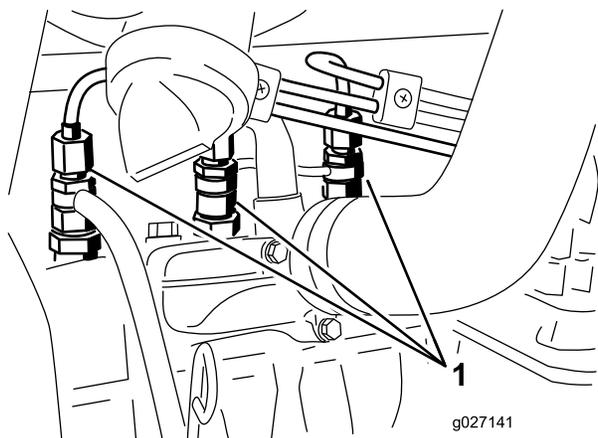

Рисунок 56
1. Ослабьте элемент подсоединения трубки к соплу №1 и держателю в сборе (Рисунок 56).